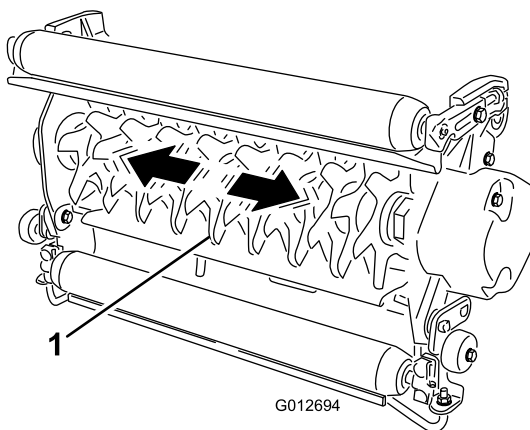

Figura 9
1. Segure o eixo do rolo e tente mover o conjunto do cilindro de um lado para o outro (Figura 9).